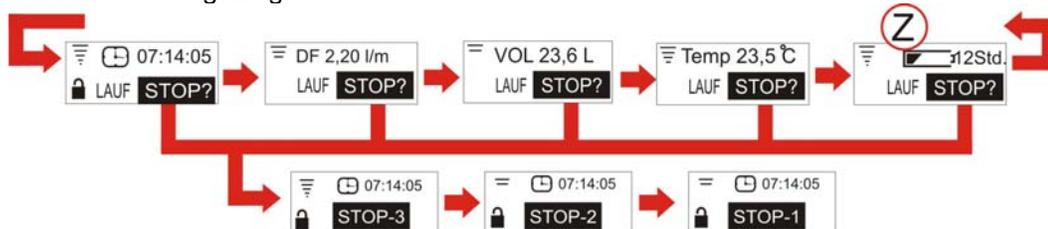

Abbildung 6 Laufmodus-Hauptmenü
C. LAUFMODUS-HAUPTMENÜ (Abb. 6)